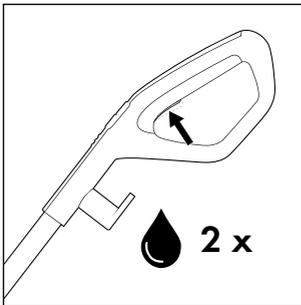
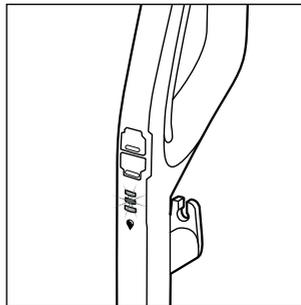

Fig. 14
Fig. 15
- ◆ Tryk kort to gange på kontakten til rengøringsopløsning  **15** før brug for at aktivere den permanente sprayfunktion og gøre børsterullen  **6** med rengøringsopløsning klar til brug (se fig. 14). Indikatoren for rengøringsopløsningen  **12** blinker blåt, når den permanente sprayfunktion er aktiveret, eller når der trykkes på kontakten til rengøringsopløsning  **15** (se fig. 15).